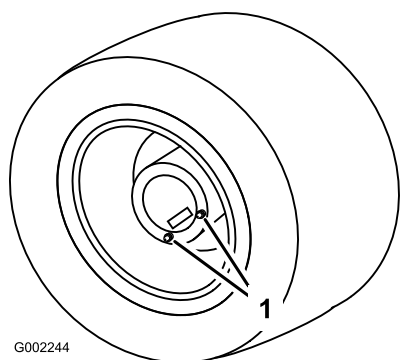

図 83
1. 図 83 のように、平らな場所で、後輪のドレンプラグがドレン位置にくるようにして駐車する。
3. ドレンプラグの下に容器を置き、ハブからプラグを外す 図 83。